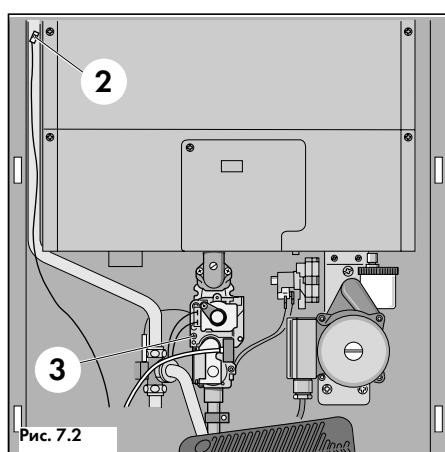

Рис. 7.2
Необходимо провести предписанные нормативными документами испытания газопровода, произвести контроль герметичности всех соединений и продувку газопровода перед первым включением аппарата. Для продувки можно использовать штуцер для измерения давления газа на входе в аппарат (3, рис. 7.2). При этом следует обратить внимание на то, чтобы работала вытяжная вентиляция, погасить открытый огонь, не курить во время продувки. Продувка газового тракта самого аппарата не требуется, т.к. она выполняется автоматически при выполнении программы розжига.
- Ослабить запорный винт (3, рис. 7.2);
- Подключить манометр к штуцеру (3, рис. 7.2). (Рекомендуется применение U-образного манометра с разрешением не хуже 0,1 мбар);
Разъединить разъём датчика NTC (2, рис. 7.2);
- У аппаратов VU: Восстановить разъём датчика NTC (2, рис. 7.2);
- Затянуть запорный винт на штуцере (3, рис. 7.2) и проверить его на герметичность (обмыливанием).
- У аппаратов VU восстановить соединения датчика NTC (2, рис. 7.2);
Восстановить соединения датчика NTC (2, рис. 7.2);
- Разъединить разъём датчика NTC (2, рис. 7.2);
- Выключить котел, отсоединить манометр, плотно закрутить винт измерительного штуцера (1, рис. 7.3) и проверить его на герметичность. Восстановить соединения датчика NTC (2, рис. 7.2);